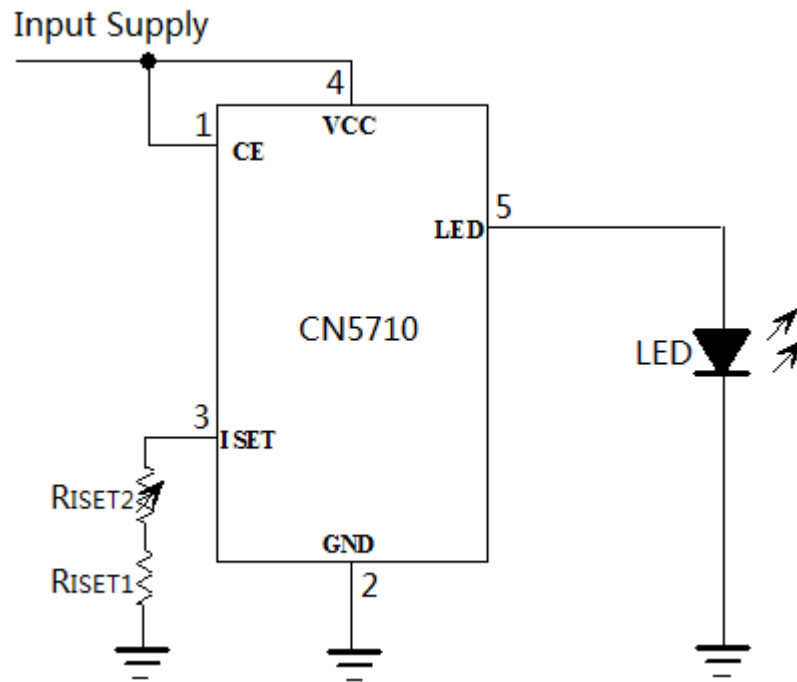

图5 用可变电阻调整发光二极管的亮度
3. 用可变电阻调整发光二极管的亮度，如图5所示
用一个可变电阻可以连续调整发光二极管的亮度，如图5所示。R_{ISET1}设置了流经LED管脚的最大电流，R_{ISET2}为可变电阻，改变R_{ISET2}的电阻值就可以连续改变发光二极管的亮度。